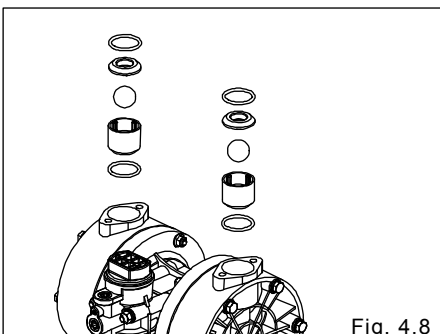

Fig. 4.8
- Retire la junta tórica, el asiento de la válvula, la válvula esférica y la tapa de la válvula. [Fig. 4.8]